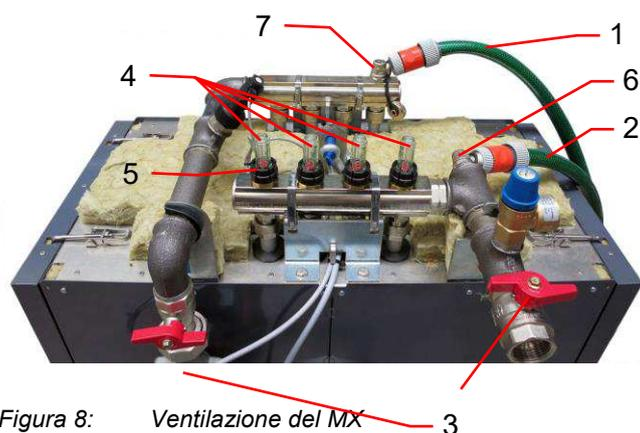

Figura 8: Ventilazione del MX
2. Collegare tubo flessibile d'acqua al rubinetto di scarico dal RL del MX e al rubinetto d'acqua fresca nel locale del riscaldamento (Figura 8, pos. 1).
3. Collegare tubo flessibile di scarico dal VL del MX e collegare l'altra estremità allo scarico del locale di riscaldamento (Figura 8, pos. 2).
4. Chiudere gli organi di intercettazione del MX (Figura 8, pos. 3).
5. Smontare i coperchi di protezione dei topmeter (Figura 8).
6. Chiudere tutti i topmeter (Figura 8, pos. 4) sulla VL del MX.
8. Aprire i rubinetti di scarico dal VL e RL del MX (Figura 8, pos. 6, 7).
9. Aprire primo topmeter (Figura 8, pos. 4).
11. Aprire il prossimo topmeter (Figura 8, pos. 4) e por chiudere di nuovo quello già aperto.
14. Chiudere di nuovo i rubinetti di scarico su VL e RL (Figura 8, pos. 6, 7) del MX.
15. Aprire completamente gli organi di intercettazione del MX (Figura 8, pos. 3) nonché tutti i topmeter (Figura 8, pos. 4).
16. Smontare entrambi i tubi flessibili (Figura 8, pos. 1 e 2) e montare i coperchi dei rubinetti di scarico.
17. Finalmente montare tutti i coperchi di protezione dei topmeter (Figura 8, pos. 4).
2. Controllare la idraulica: <ul style="list-style-type: none"> <li>• Aprire tutti gli organi di intercettazione e topmeter sul MX (Figura 8, pos. 4).</li> <li>• Condizioni di pressione identiche su VL e RL del circuito del MX</li> <li>• Integrazione secondo schema idraulico (annesso A)</li> <li>• Se esiste, regolare UP a potenza massima.</li> </ul>